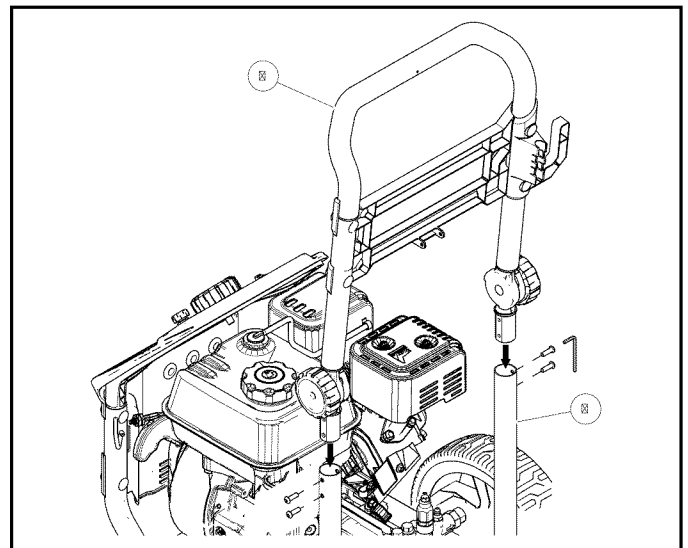

Figura 4-3. Fijación del asa en la unidad
3. Coloque el conjunto de asa (A) en los soportes del carro (B). Permita que el asa se desplace a su posición. Ubique los tornillos (4) y la llave Allen. Instale los cuatro tornillos usando la llave Allen suministrada que se muestra en la (Figura 4-3).